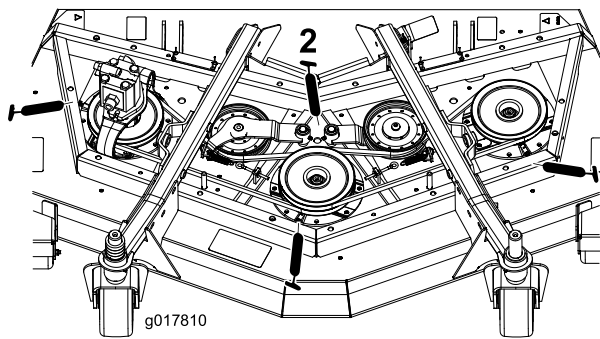

Bild 38
- Drei Spindelwellenlager (unter der Riemenscheibe) (Bild 38)
- Zwei Spannarm-Drehbüchsen (Bild 38)